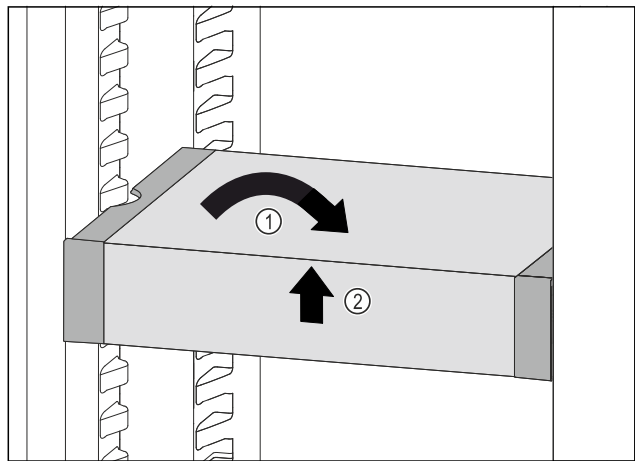

Fig. 74
- ▶ VarioSafe recht zetten. Fig. 74 (1)
- ▶ VarioSafe aan voorkant optillen. Fig. 74 (2)